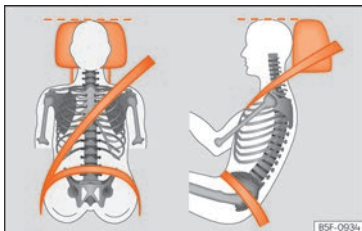

Abb. 18 Richtiger Gurtbandverlauf und richtige Kopfstützeinstellung.
riger als Augenhöhe – befindet. Den Hinterkopf so nah wie möglich an der Kopfstütze positionieren »» [Abb. 18].
- Fahrersitz in Längsrichtung so einstellen, dass die Pedale mit leicht angewinkelten Beinen durchgetreten werden können und der Abstand zur Instrumententafel im Kniebereich mindestens 10 cm (4 Zoll) beträgt »» [Abb. 18].